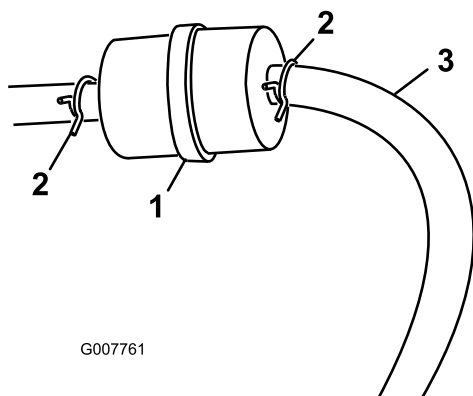

Figure 27
3. Pincez les extrémités des colliers et faites glisser ceux-ci pour les éloigner du filtre (Figure 27).
5. Posez un filtre neuf et rapprochez les colliers de fixation du filtre (Figure 27).
3. Desserrez le collier de serrage au niveau du filtre à carburant et éloignez-le du filtre en le poussant le long de la conduite d'alimentation (Figure 27).
4. Débranchez les conduites d'alimentation du filtre à carburant (Figure 27).
Remarque: Laissez l'essence s'écouler dans un bidon ou un bac de vidange (Figure 27).
5. Raccordez la conduite d'alimentation au filtre. Rapprochez le collier de serrage du filtre pour fixer la conduite d'alimentation (Figure 27).